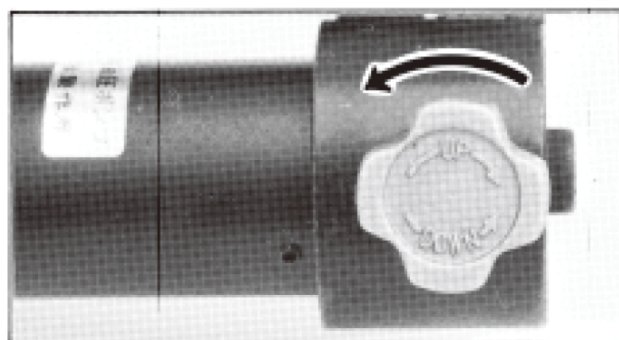

図 3
3.4 穴あけ又は切断が完了したらポンプハンドルの操作をやめ、戻しハンドルを左へまわします。作動油は、オイルタンクへ戻ります。(図3)